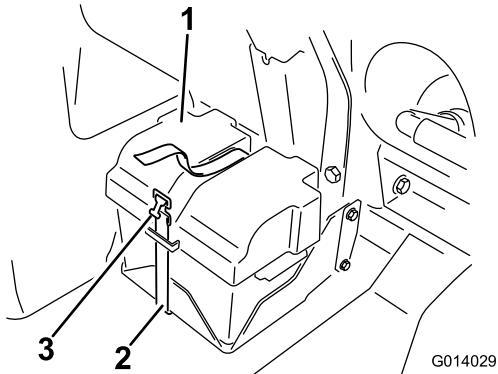
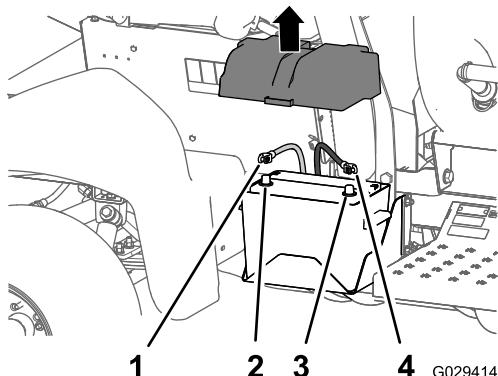

图2
图3
- 拆下电池盖从电池电极上断开负极电池线黑色—接地线 图2 和 图3。
2. 从电池电极上断开正极红色接线 图3。